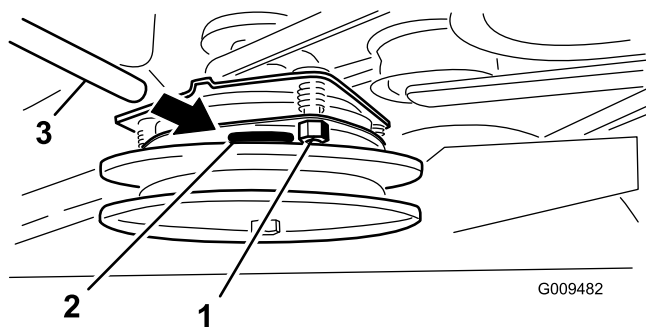

Figura 59
2. Si no es correcto, ajuste el entrehierro a 0,381 mm en cada una de las tres posiciones de la ranura de ajuste. Apriete las contratuercas hasta fijar ligeramente la galga pero dejando que ésta se pueda mover con facilidad en la separación (Figura 59).